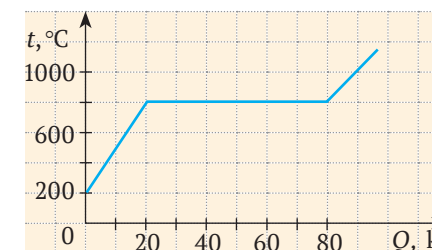

Fig. 1
1.4. Conform graficului dependenței temperaturii substanței cu masa de 200 g, luate în stare solidă, de cantitatea de căldură absorbită de ea (fig. 1) aflați capacitatea termică specifică a acestei substanțe în stare solidă și căldura specifică de topire a substanței.